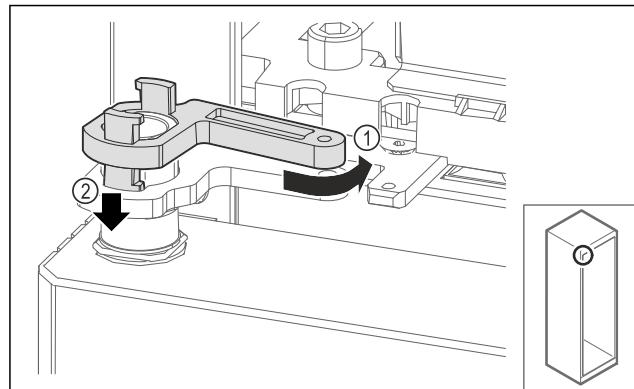

Fig. 71
- ▶ Завъртете леко блокировката на лагерната стойка назад Fig. 71 (1), натиснете я надолу Fig. 71 (2) и я блокирайте във ъгъла на пантата.